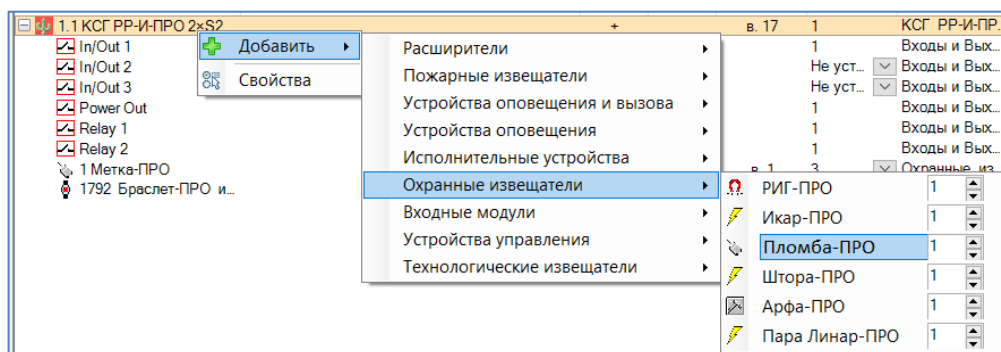

Рисунок 3.1
3.2.3.1 Добавить устройство дочерним к одному из контроллеров в сегменте (см. Рисунок 3.1)